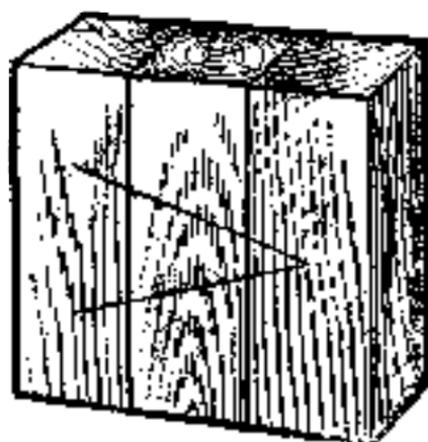

Рис. 35. Пометка деталей перед соединением из круглых шпалит.
2. Перед разметкой отверстий детали необходимо пометить для их последующего правильного соединения (рис. 35).